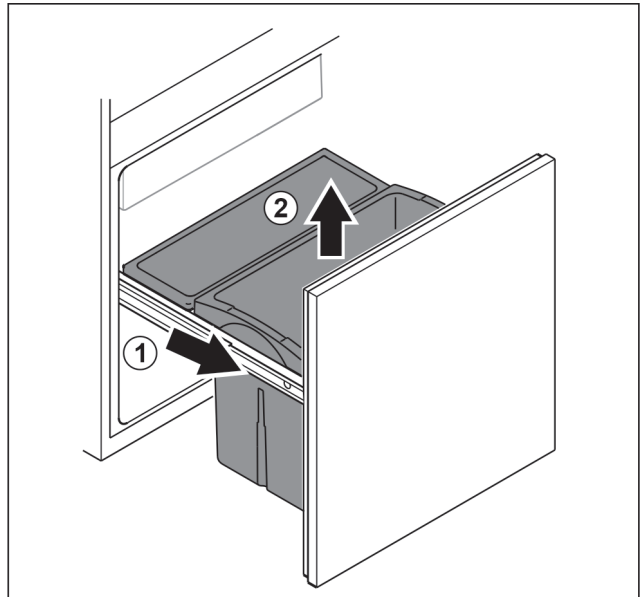

Fig. 100
- ▶ Auszugswagen bis zum Anschlag herausziehen. Fig. 100 (1)
- ▶ Schubfach nach oben entnehmen. Fig. 100 (2)